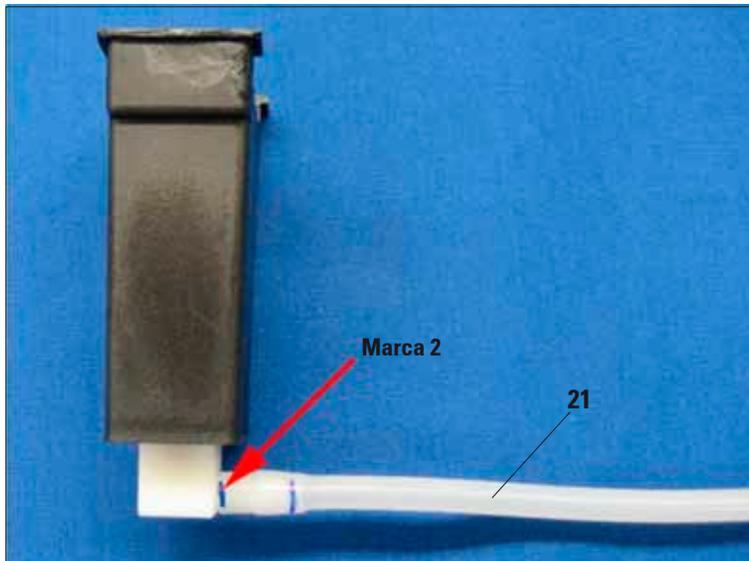

Fig. 26
- A continuación, presionar el tubo (21) totalmente en el conector mediante giros hasta que el extremo del tubo esté alineado con la superficie lateral del conector (fig. 26).